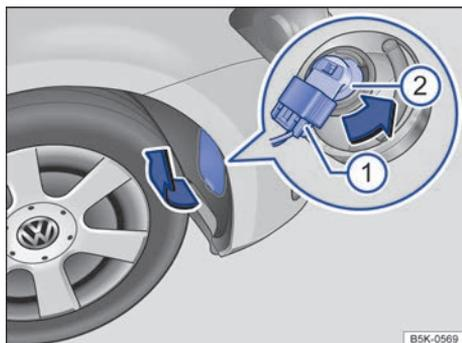

Fig. 177 En el guardabarros delantero derecho: cambio de lámpara en el faro.
3.	Gire la tapa situada en el guardabarros en el sentido contrario al de las agujas del reloj hasta la posición  y retírela haciendo palanca en el sentido de la flecha → fig. 177.